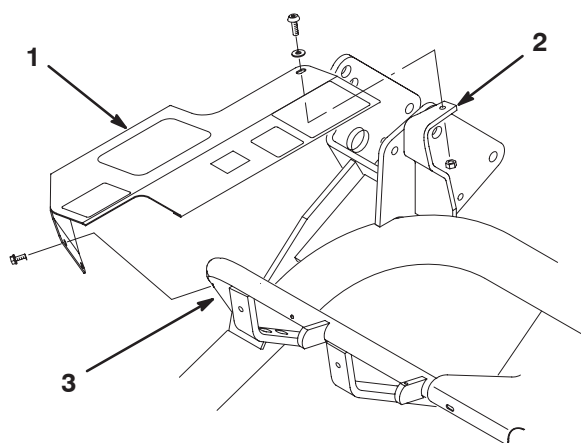

Figure 8
1. Alignez les trous de montage du couvercle avec les trous correspondants dans le tube du bâti et le support de fixation (Fig. 8).
2. Fixez sans le serrer l'arrière du couvercle au sommet du support de fixation avec une vis à tête creuse (1/4 x 3/4 pouce), une rondelle (1/4 pouce) et un contre-écrou (1/4 pouce) (Fig. 8).
3. Fixez sans serrer l'avant du couvercle au tube de bâti avec deux vis autotaraudeuses (Fig. 8). Serrez toutes les fixations du couvercle.